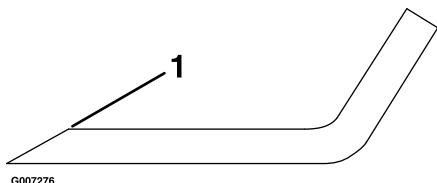

Figure 47
1. Au moyen d'une lime, aiguissez les tranchants aux deux extrémités de la lame (Figure 47) en veillant à conserver l'angle de coupe d'origine. Limez la même quantité de métal sur chacun des deux tranchants pour ne pas déséquilibrer la lame.